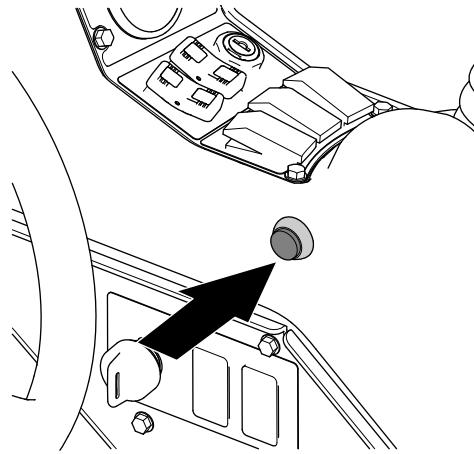

Bild 240
7. Schalten Sie an der Maschine den Hauptabschnittschalter in die EIN-Stellung (Bild 240).